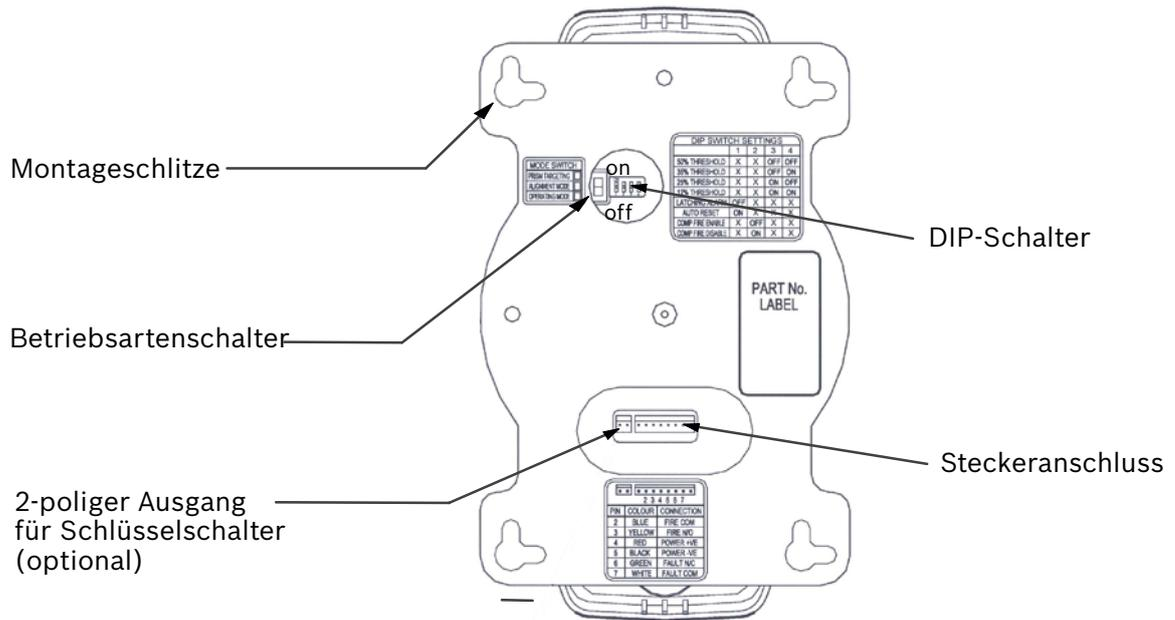

Abb. 2.: Melderrückseite mit Steckeranschluss, Betriebsarten- und DIP-Schalter
- Die im 90°Winkel ausgeführten Montageschlitze (siehe Abb. 2.) erlauben eine vertikale oder horizontale Montage des Melders.
- Starten Sie den Modus **«Prism Targeting»**, indem Sie den Betriebsarten-Schalter (siehe Abb. 2.) nach oben (bei vertikaler Meldermontage) bzw. nach rechts (bei horizontaler Meldermontage) stellen.